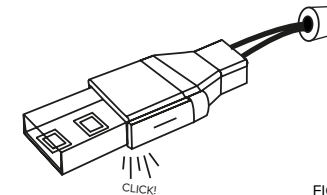

FIG 5.
5. Knijp de kop van de connector dicht, totdat deze dichtklikt. Gelieve hiervoor te gebruiken: art nr. 904010 krimptang voor connectoren (zie fig 5).